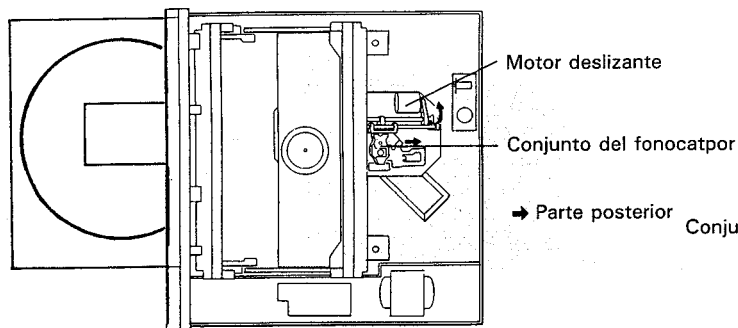

Fig. 2
3. Mueva el conjunto del fonocaptor a la posición que se indica en la Fig. 2.